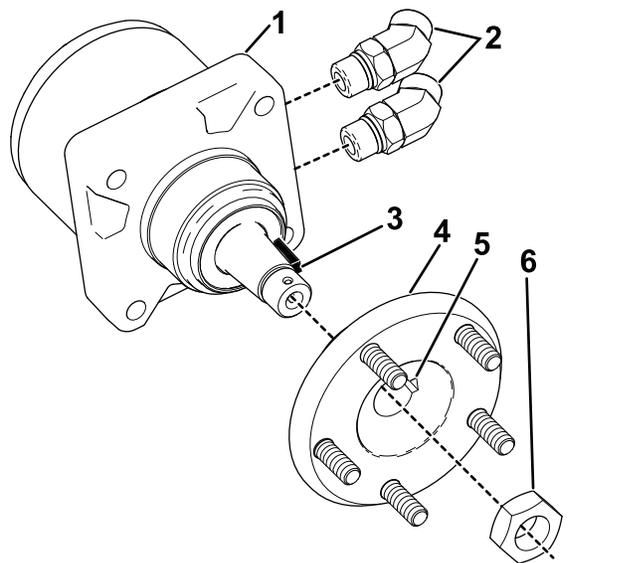

Figura 2
4. Deslize um cubo (fornecido no kit) em cada um dos motores, alinhando a chaveta semirredonda do motor com a ranhura do cubo (Figura 2).
6. Instale duas uniões hidráulicas de 45 graus em cada motor (Figura 2). Posicione as uniões para que apontem diretamente para a traseira.